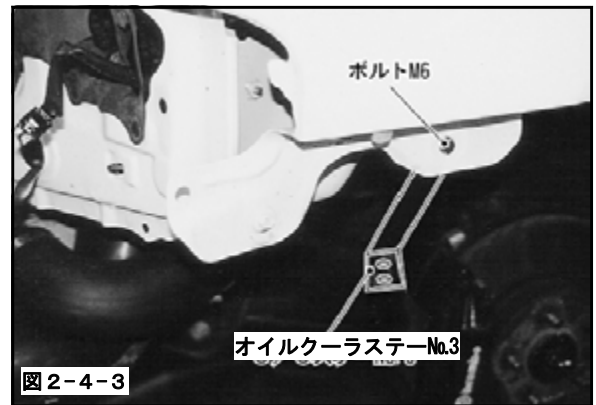

図 2-4-3
- (3) ボルトM6 L=15, プレーンワッシャM6用, スプリングワッシャM6用, ナットM6を使用して、オイルクーラステーNo.3を取付けてください。(図2-4-3)